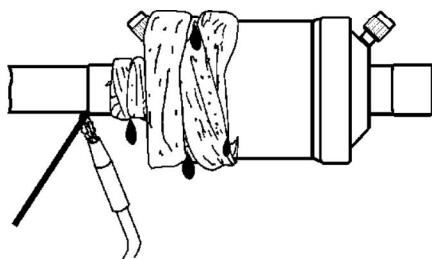

Fig. 1
- При пайке направляйте пламя горелки от фильтра во избежание его перегрева. Используйте мокрую ветошь или теплоотводящую пасту (см. Рис. 1).